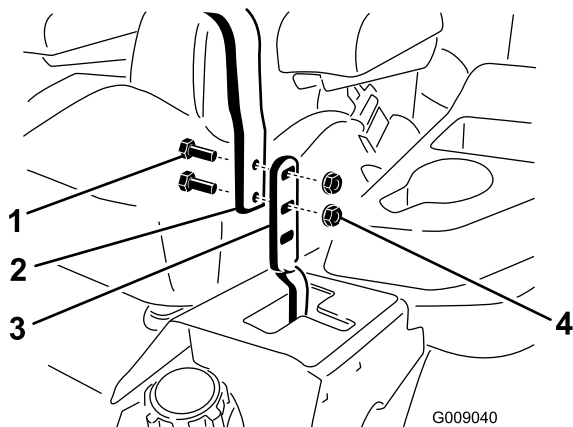

Figure 60
3. Desserrez les boulons et les écrous à embase situés dans les leviers (Figure 60).